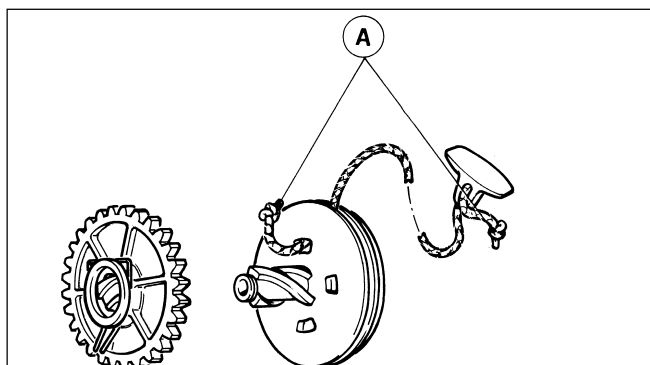

Fig. 13
- Retirer le ressort frein (10), l'anneau élastique d'arrêt (9) et la rondelle (8) (uniquement sur les lanceurs les plus anciens) et séparer l'engrenage (7) de la poulie (6). Si nécessaire, remplacer la corde (12) en se reportant à la Fig. 13.
- Défaire les noeuds A et retirer la corde de la poignée (14) et de la poulie (6).